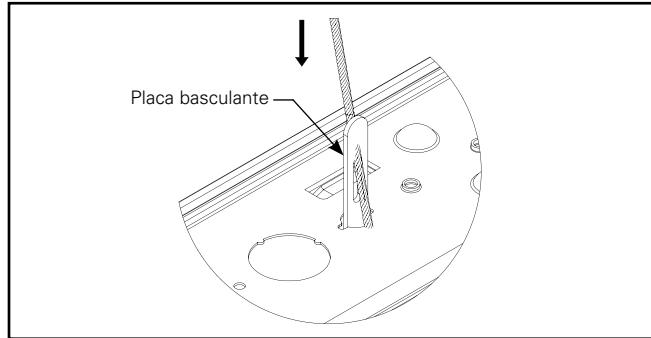

Figura 4.2.
- B. Mantenga el lado de la longitud de la placa basculante perpendicular a la superficie superior del canal e insértele en el orificio (Figura 4.2).